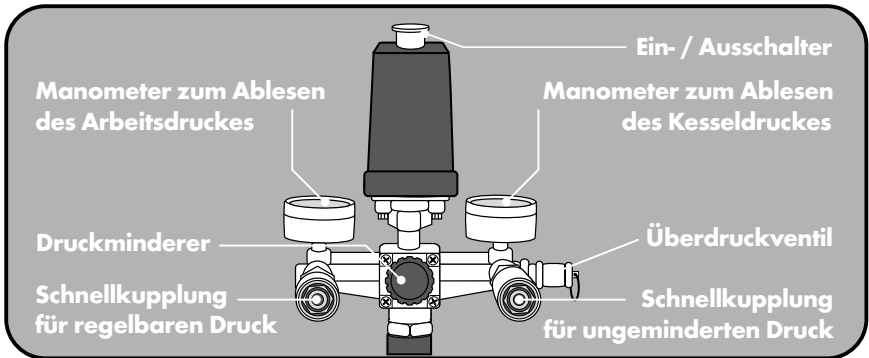

Abb. 6: Geräteübersicht Druckluftarmatur
1. Vergewissern Sie sich, dass der Ein-/Ausschalter (siehe Abb. 6) des Kompressors ganz nach unten gedrückt ist. Schließen Sie dann den Kompressor an eine geerdete, durch einen FI-Schutzschalter abgesicherte Steckdose (230 V~50 Hz) an.
3. Starten Sie den Kompressor, indem Sie den Ein- /Ausschalter (siehe Abb. 6) hochziehen. Wir empfehlen Ihnen, das Gerät einmal so lange laufen zu lassen, bis der maximale Kesseldruck erreicht wurde und das Gerät automatisch abschaltet. Schließen Sie dann das gewünschte Druckluft-Werkzeug an (siehe Kapitel 3.3).
3. Schalten Sie den Kompressor ein, indem Sie den Ein-/Ausschalter (siehe Abb. 6) hochziehen. Lassen Sie den Kompressor mit geöffneter Wasserablass-Schraube 2 – 3 Minuten laufen. Das Gerät erwärmt sich während dieser Zeit so, dass es für den weiteren Betrieb bereit ist.
1. Schließen Sie den Druckluftschlauch an. Hierfür stehen Ihnen zwei Schnellkupplungen zur Verfügung (siehe Abb. 6):
Drehen Sie das Einstellrad des Druckminderers (siehe Abb. 6) in Richtung + (plus), um den Arbeitsdruck erhöhen.
Drehen Sie das Einstellrad des Druckminderers (siehe Abb. 6) in Richtung - (minus), um den Arbeitsdruck zu reduzieren.
1. Drücken Sie zum Abschalten des Gerätes den Ein-/Ausschalter (siehe Abb. 6) nach unten. Das Gerät darf niemals durch Ziehen des Netzsteckers abgeschaltet werden. Das Ziehen des Netzsteckers ohne zuvor den Knopf am Druckschalter hinunter zu drücken, deaktiviert die Druckentlastung.
- ▶ Schalten Sie den Kompressor ab, indem Sie den roten Knopf am Druckschalter (siehe Abb. 6) nach unten drücken.